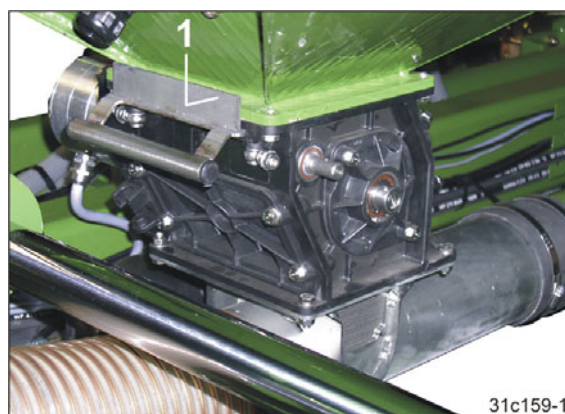

Fig. 249
2. Luk gødningsbeholderens åbning over doseringsenheden med spjældet (Fig. 249/1) (se kap. "Afmontage og montage af doseringsvalse", på side 137).